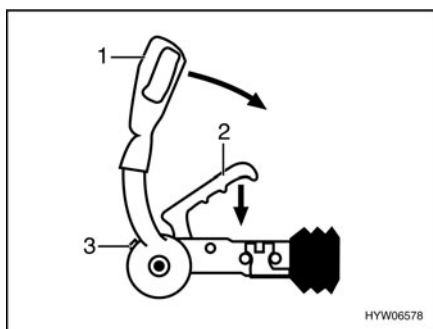

Fig. 3 Acoplamiento de seguridad AKS 3004
- Tirar de la palanca de estabilización (Fig. 3,1) hasta el tope superior.
- Tirar de la palanca de acoplamiento (Fig. 3,2) hacia arriba.
- Ejecutar control visual: El cilindro verde del indicador de seguridad (Fig. 3,3) debe estar visible.
- Activar el dispositivo de estabilización. Tirar de la palanca de estabilización (Fig. 3,1) hasta el tope inferior.